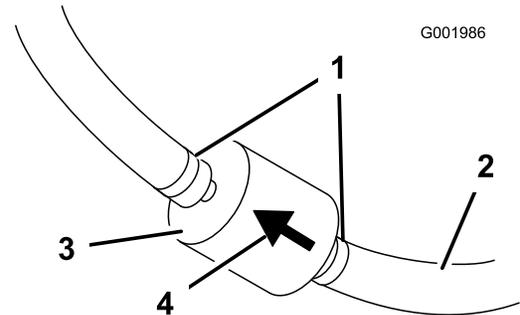

図 31
5. 古いフィルタのクランプをゆるめて脇に寄せる(図 31)。